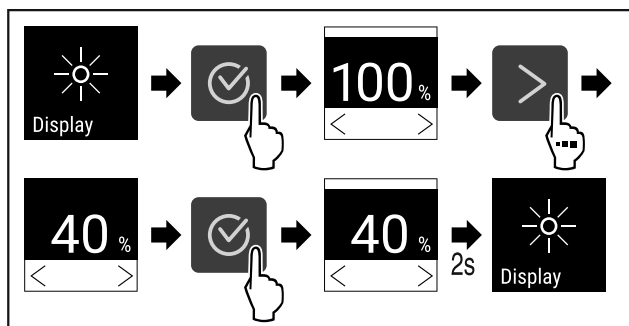

Fig. 78
- ▶ Atlikite veiksmus (žr. Fig. 78).